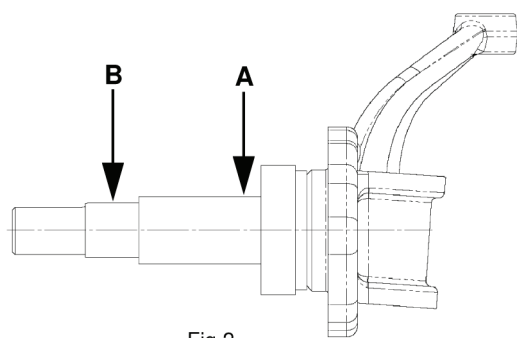

Fig.2
- Check that the spindle isn't worn. For measuring the spindle see Fig.2 and Tab.1.
- Für die maßliche Überprüfung der Lager-sitz-Durchmesser haben wir Ihnen die Toleranzmaße in einer Tabelle zusammen gestellt. Siehe Fig.2 und Tab. 1